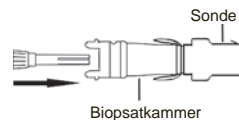

Abbildung 2: Die Spitzenführung in die Biopsatkammer einführen
2. Den Applikator mit der üblichen aseptischen Technik aus der Packung entnehmen und auf Beschädigungen untersuchen. Den Spitzenschutz (A) entfernen.
5. Die Spitzenführung (B) in die Biopsatkammer einführen. Sicherstellen, dass die Spitzenführung vollständig eingeführt ist (siehe Abbildung 2).